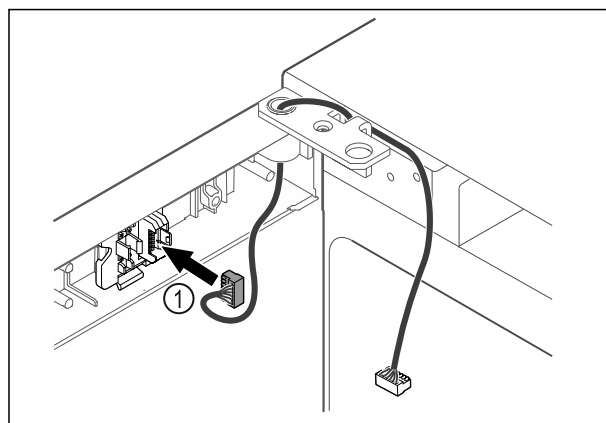

Fig. 64
- ▶ Sett pluggen Fig. 64 (1) i pluggholderen.